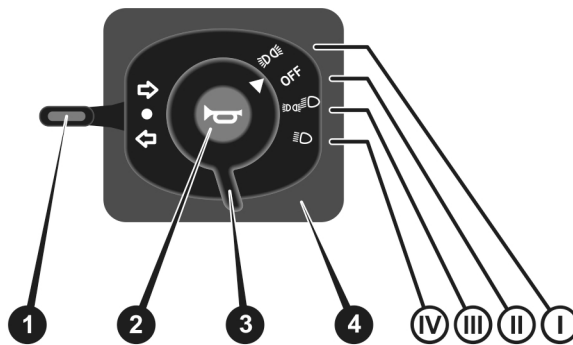

Рисунок 3.7. Перемикач режимів роботи освітлювальних приладів
Трохи нижче індикаторів на панелі приладів розміщені електроперемикачі – вмикач аварійної сигналізації та комбінований перемикач (див рис. 3.7). Комбінований перемикач (4) у свою чергу складається з перемикача режимів роботи освітлювальних приладів (3), вмикача покажчиків поворотів (1), вмикача звукового сигналу (2).